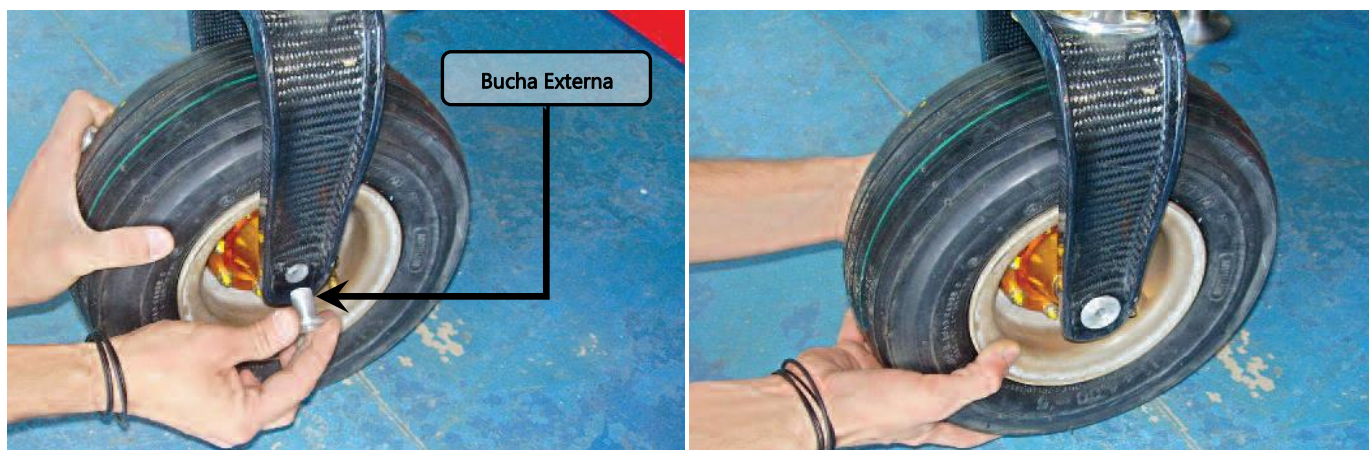

Figura 32.40.50 – Instalação da bucha externa do eixo
3. Encaixar o conjunto da roda no garfo, conforme a figura 32.40.49 e a figura 32.40.50. A válvula de enchimento deve ficar na posição indicada pela figura 32.40.49, ou seja, a esquerda do Quasar Lite.
4. Instalar as buchas externas em ambos os lados do eixo, ver figura 32.40.50.